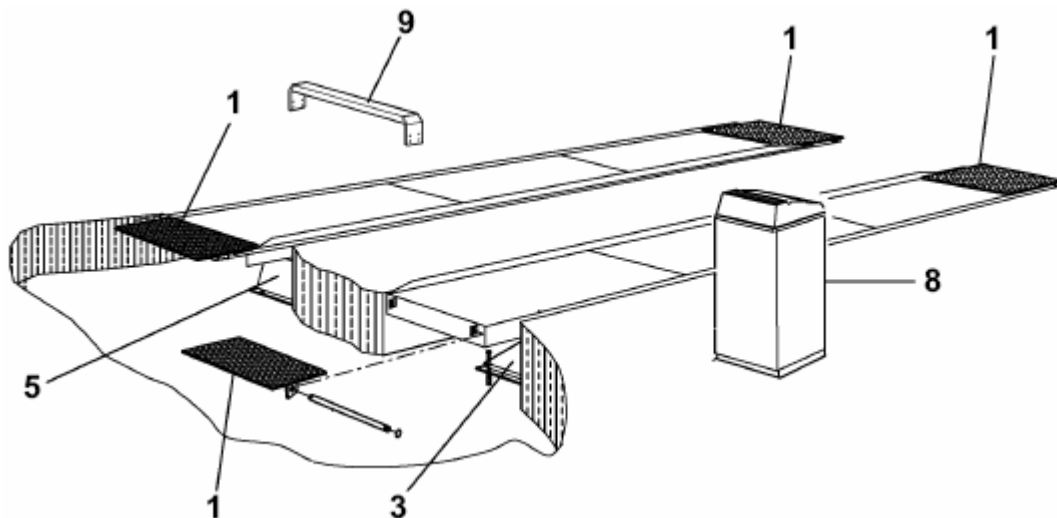

Рис. 36
К Рис. 36 – Установка противооткатных устройств (1).